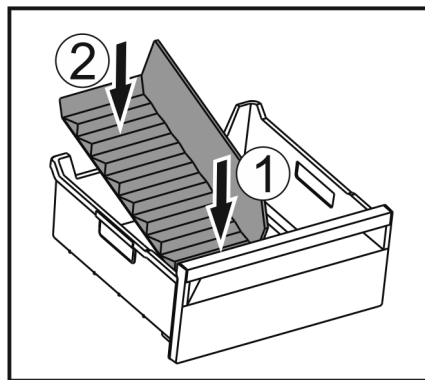

Fig. 185
- Voorste deel van de ijsvak-scheider plaatsen. Fig. 185 (1)
- Achterste deel van de ijsvak-scheider tot de bodem van de lade laten zakken. Fig. 185 (2)